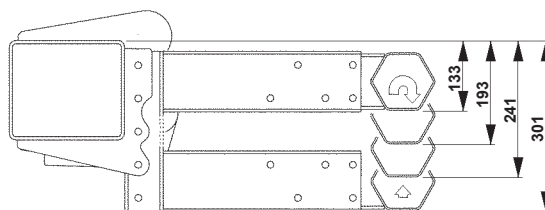

Abbildung 42. Der innere Teil der Konsolen kann in vier verschiedenen Höheneinstellungen montiert werden
1. Montieren Sie die innere Konsole in einer der vier möglichen Höheneinstellungen. Wählen Sie die Höheneinstellung, welche den vorgegebenen Anforderungen entspricht, siehe Abschnitt "6.8.2 Gesetzliche Anforderungen an die Abmessungen des Unterfahrschutzes" auf Seite 27. Benutzen Sie die zugehörige Schraube M12x100. Montieren Sie die Einheit, ohne die Schrauben festzuziehen, siehe Abbildung 42.